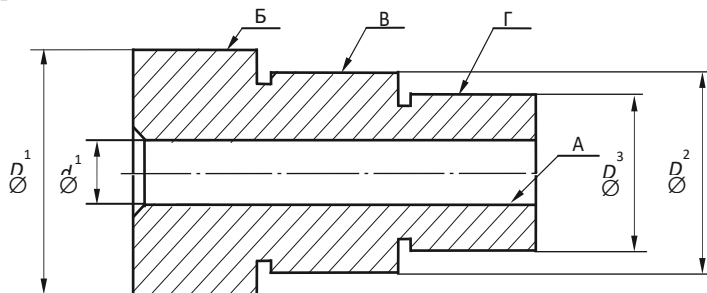
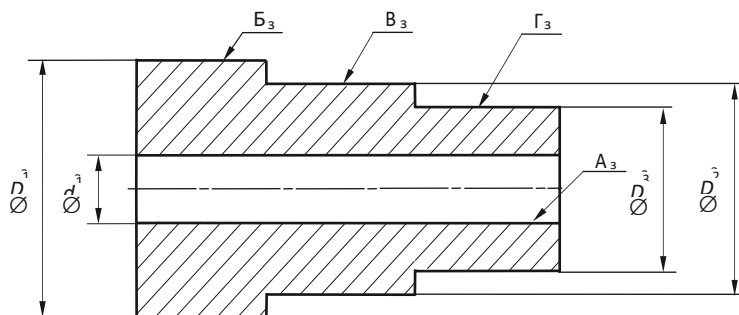

Рис. 2. Эскиз детали
Рис. 3. Эскиз заготовки
Исходя из служебного назначения детали (рис. 2) в изделии, к последней предъявляются представленные в табл. 1 требования по точности размеров ( $\square D_1$ ,  $\square D_2$ ,  $\square D_3$ ,  $\square d_1$ ) и шероховатости поверхностей А, Б, В, Г. Заготовкой для данной детали является отливка (рис. 3), точность соответствующих размеров и шероховатость поверхностей которой представлена в табл. 2. Учитывая данные табл. 1 и 2 и основываясь на коэффициентах уточнения, в направлении от детали к заготовке по поверхностям А, Б, В, Г, необходимо назначить набор методов обработки, которые в своей совокупности обеспечат заданное качество обработанной поверхности.
4. По заданию преподавателя выбрать из табл. 1 и 2 вариант задания в соответствии с рис. 2 и 3.